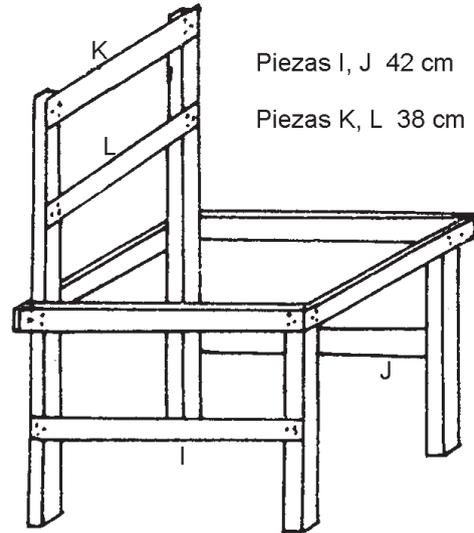

Figura 4
- Coloca los travesaños (I, J, K y L), empleando el ensamble en “T” a media solapa, que viste en la lección 8 “Ensamble de Madera”, tal como te lo muestra la figura 4.